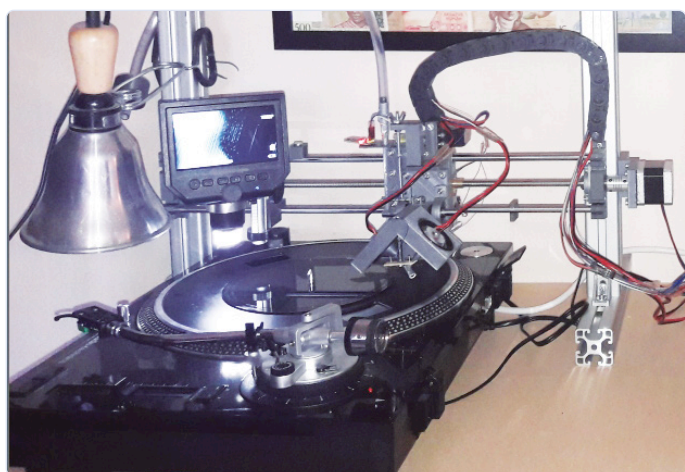

Figure 1. Au cœur du dispositif se trouve une platine de qualité.
**La figure 1** montre l'installation réalisée par Quentin pour graver lui-même des disques audio. Voici ce qu'il en dit en bref :